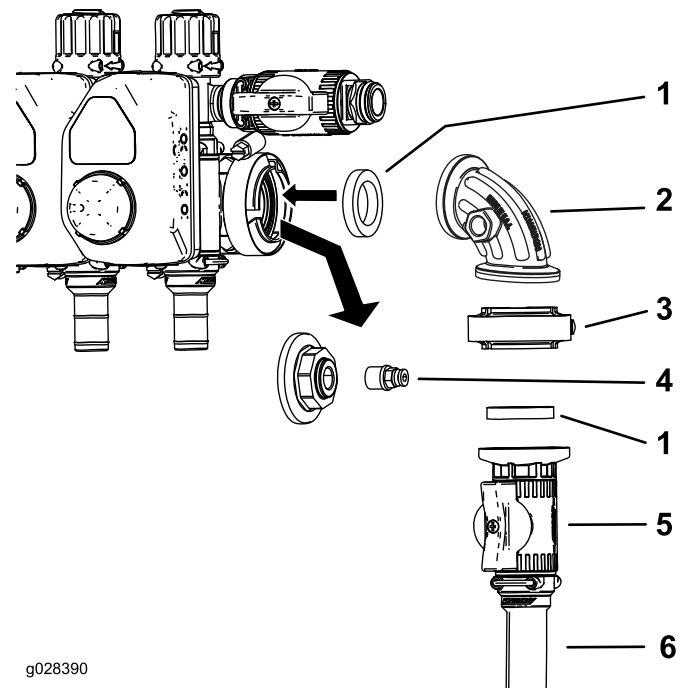
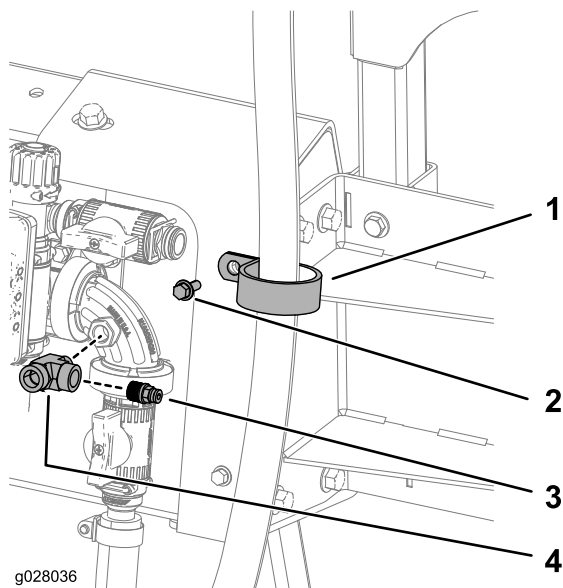

Figure 13
Figure 14
1. Détachez le bouchon et le raccord de la prise du manomètre (Figure 13).
2. Montez la vanne de commande comme montré à la Figure 13.
3. Insérez le coupleur dans l'orifice libre du raccord à 90 degrés (Figure 13 ou Figure 14).
4. Raccordez le flexible d'alimentation du dévidoir à la vanne de commande au moyen d'un collier (Figure 13).
5. Fixez le flexible (71 po) au support supérieur à l'aide d'un collier en R, 1 boulon (1/4-20 x 3/4 po) et 1 écrou (1/4-20 po), comme montré à la Figure 14.
- 6. Appliquez du ruban PTFE sur le filetage du raccord en T et branchez ce dernier à la vanne de commande (Figure 14).
- 7. Appliquez du ruban PTFE sur le filetage du raccord et branchez ce dernier au raccord en T (Figure 14).